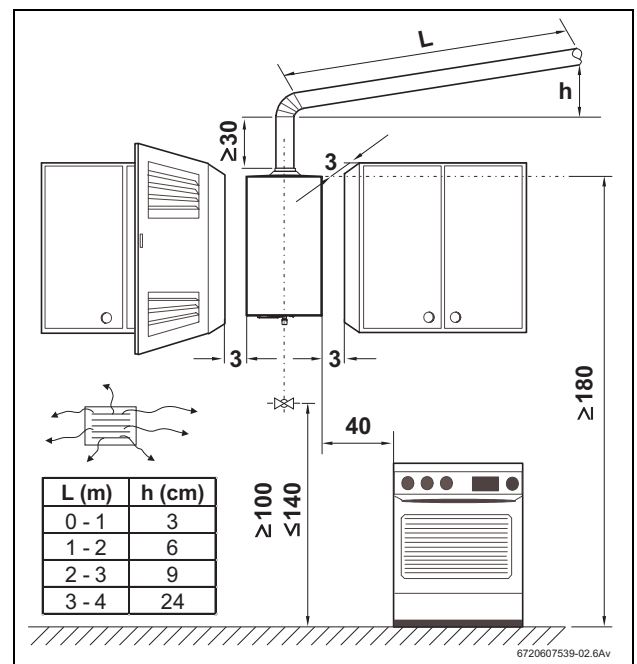

Fig. 11 Distanze minime
- Attenersi scrupolosamente a leggi e normative vigenti (UNI-CIG 7129, UNI-CIG 7131) e ad eventuali disposizioni locali riguardanti l'installazione di apparecchiature a gas e l'evacuazione dei gas combustibili. Misure d'installazione, vedi Fig. 11.
- Rispettare le distanze minime d'installazione (vedere Fig. 11).